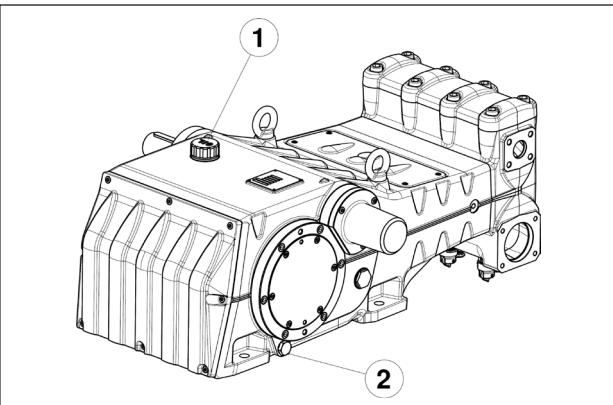

Abb. 1
Vor den Reparaturarbeiten an der Mechanik muss zunächst das Öl aus dem Kurbelgehäuse abgelassen werden. Zum Ablassen des Öls den Öleinfüllverschluss Pos. ①, Abb. 1 und anschließend den Ölabblassverschluss abnehmen, Pos. ②, Abb. 1.